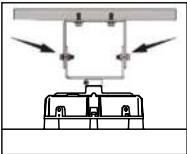
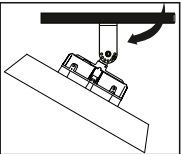

Рис. 4
Рис. 5
5.12.4 Извлеките боковые винты из кронштейна (рис. 4), произведите регулировку осветительного прибора на необходимый угол (рис. 5), установите винты и надежно затяните их.